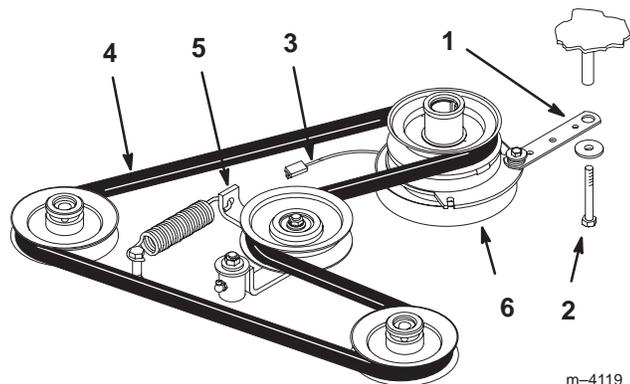

Figure 68
2. Enlevez le boulon de la barrette de l'embrayage et débranchez le fil de l'embrayage électrique (Fig. 68).
3. Écartez la poulie rappelée par ressort. Déposez la courroie de transmission des poulies du moteur et de la pompe hydraulique (Fig. 68).
4. Installez la courroie neuve sur les poulies du moteur et de la pompe hydraulique (Fig. 68).
5. Écartez la poulie rappelée par ressort, alignez la courroie, puis relâchez la poulie (Fig. 68).